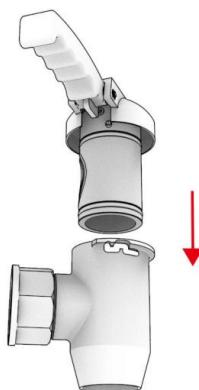

Рис. 4.8
9.9.8 Очистите внутренние поверхности корпуса, затем установите верхнюю часть крана в нижний корпус (см. Рис. 4.8).